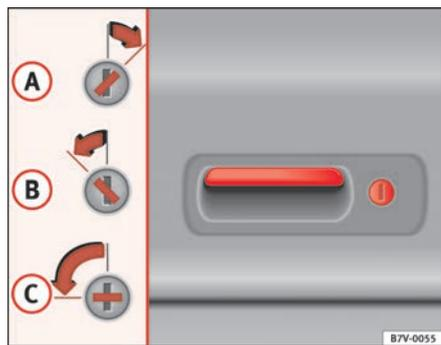

Fig. 63 Posizioni della fessura della serratura del portellone
- Girando la chiave sulla posizione ⇒ fig. 63 **A**, le serrature delle porte e quella del portellone posteriore si chiudono.
- A** Nei veicoli dotati di alzacristalli elettrici e di deflettori elettrici (ed eventualmente di tettuccio ad apertura e chiusura elettrica) è possibile far chiudere automaticamente i finestrini e l'eventuale tettuccio, qualora fossero rimasti aperti dopo che si è scesi dall'automezzo. Per farlo si deve inserire la chiave nella serratura, ruotarla nella posizione ⇒ fig. 63 **A** e tenerla in tale posizione per alcuni secondi, lasciandola solo quando i finestrini e l'eventuale tettuccio si sono chiusi completamente.